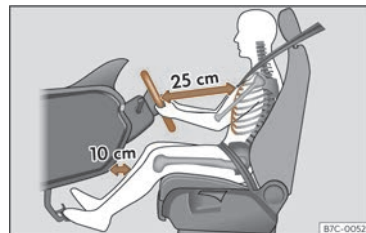

Fig. 16 Distanța corectă dintre șofer și volan trebuie să fie de cel puțin 25 cm (10 inch).
- Reglați volanul astfel încât să existe o distanță de cel puțin 25 cm (10 inchii) față de stern >>> fig. 16 și să îl puteți ține cu ambele mâini de părțile laterale exterioare, cu brațele ușor flexate.